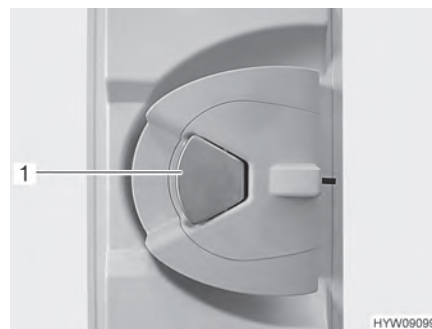

Fig. 33 Serratura della porta (porta di ingresso, lato interno)
- Apertura:* ■ Quando la serratura della porta è bloccata: Tirare una volta la maniglia della porta (Fig. 33,1). La porta è sbloccata.
- Tirare la maniglia della porta (Fig. 33,1). La porta è aperta.
- Bloccaggio:* ■ Premere la maniglia della porta (Fig. 33,1).